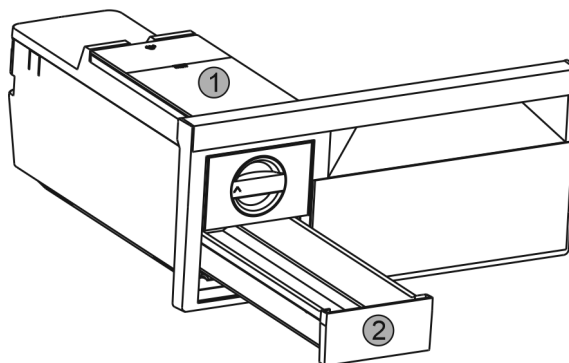

Fig. 66
- Wyjąć zbiornik wody Fig. 66 (1) i szufelkę na kostki lodu Fig. 66 (2).